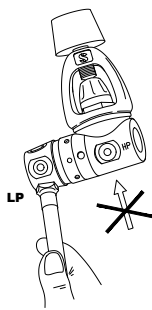

fig. 1
Conecte el latiguillo de baja presión (LP) a la válvula de inflado o conecte A.I.R. 2 a un puerto de baja presión (LP) libre de la primera etapa, **que debe tener la misma rosca** (Fig. 1).